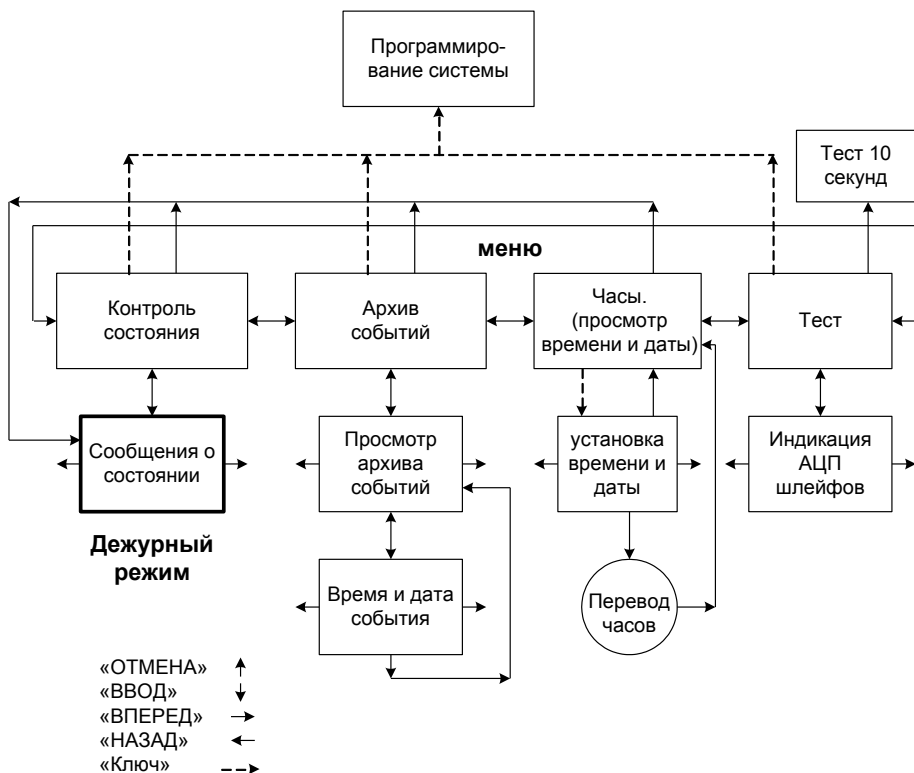

Рис.6.1 Управление, режимы работы и индикация.
6.5 Управление системой с помощью кнопок клавиатуры на панели центрального прибора, режимы работы и индикация отображено на рис.6.1.